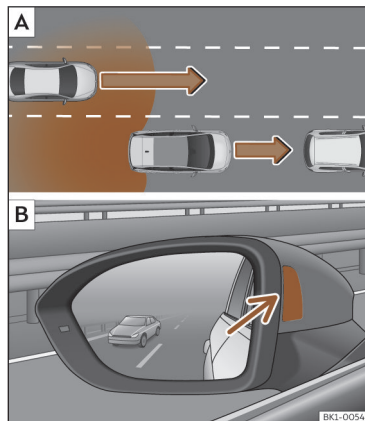

Fig. 139 Esquema: **A** Ultrapassagem com trânsito na parte traseira. **B** Indicação do assistente de mudança de faixa no lado esquerdo.
Nas seguintes situações mostra-se uma indicação na luz de controle >>> **Fig. 139 B** (seta) ou >>> **Fig. 140 B** (seta):
- Quando se é ultrapassado por outro veículo >>> **Fig. 139 A**.